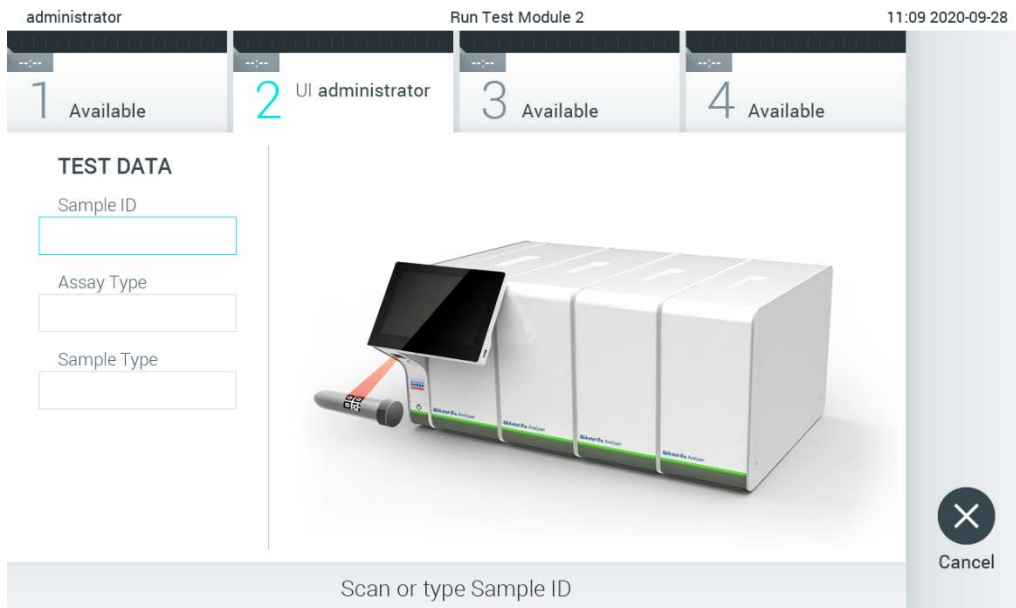

Figure 75. Scan du code-barres de l'ID d'échantillon.
2. Lorsque vous y êtes invité, scannez le code-barres de l'ID d'échantillon à l'aide du lecteur de code-barres intégré au module opérationnel (figure 75).